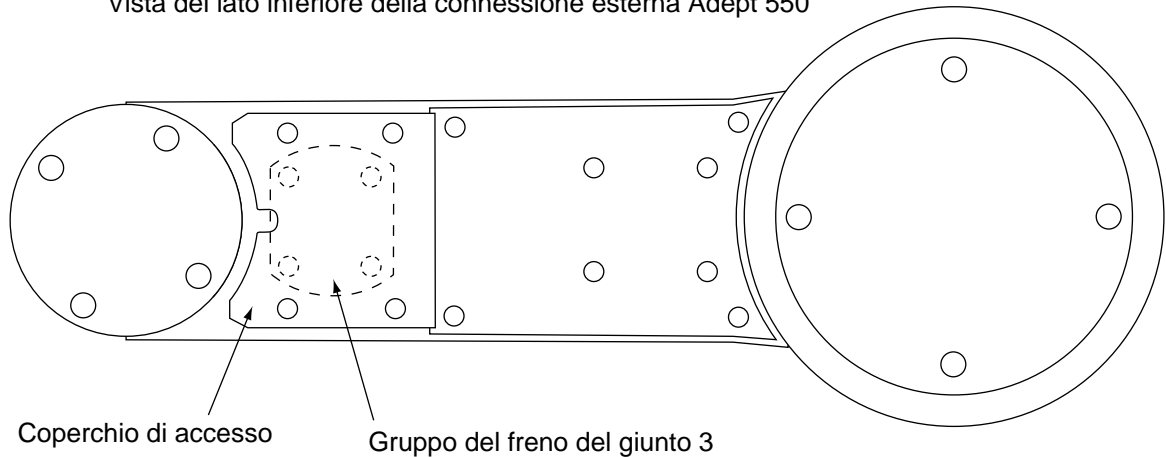

Figura 5-2. Posizione del coperchio di accesso sul lato inferiore della connessione esterna
2. Rimuovere il coperchio di accesso allentando le quattro viti (usando una chiave esagonale da 2,5 mm) sul lato inferiore della connessione esterna. Vedere la Figura 5-2. Ricordarsi il percorso del cavo che passa lateralmente lungo l'apertura per poterlo disporre allo stesso modo al termine di questa procedura.